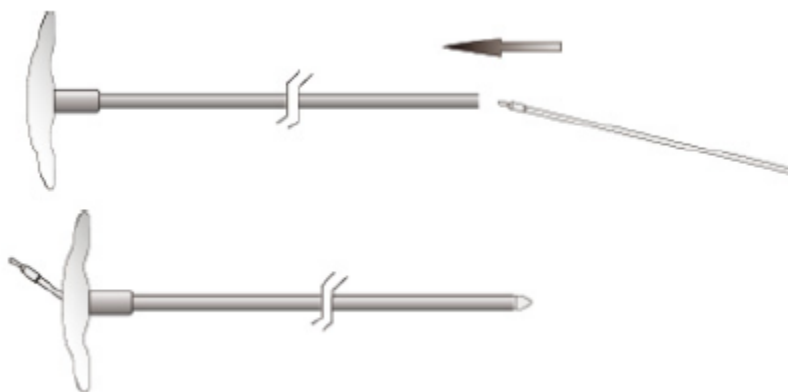

FIGURA 2: El obturador se desliza a través del pasador de extensión.
- 11) Deslice el extremo proximal del obturador a través del pasador de extensión hasta que salga del mango del pasador de extensión (Figura 2).